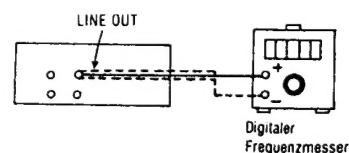

Abb. 3
2. Stellen Sie den VR im Motor (Siehe Abb. 3) so ein, daß die Abgabe den Normwert erfüllt.